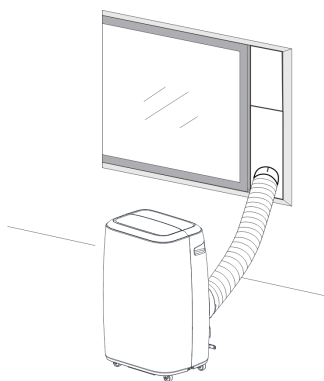

Рис. 5
Рис. 5а
2. Як показано на рис. 5 і 5а, встановіть шланг для відпрацьованого повітря і відрегулюйте положення віконного адаптера.